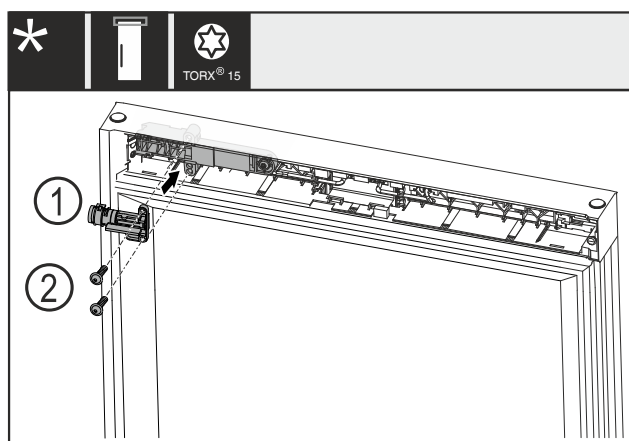

Fig. 23
- ▶ Rotiți încuietoarea mecanică Fig. 23 (1) cu 180° și montați-o pe partea opusă.
- ▶ Fixați încuietoarea mecanică Fig. 23 (1) cu șuruburile Fig. 23 (2).